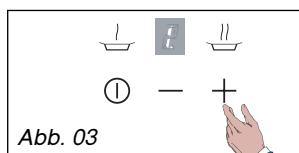

Abb. 03
+ → Auswahl Stufe ④ (schwach) (Abb. 03).